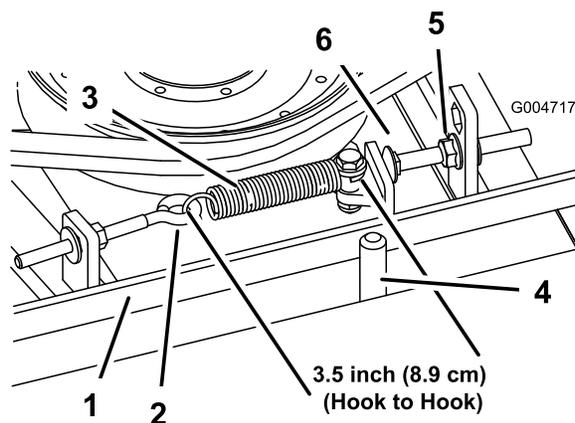

Figura 70
Quando la tensione è corretta, la molla di prolunga (da gancio a gancio) deve essere lunga circa $89 \text{ mm} \pm 6 \text{ mm}$ (misura interna). Quando la tensione della molla è giusta, regolate il bullone di arresto (bullone a testa tonda) fino ad ottenere un gioco di $3 \text{ mm} + 1,5/-0 \text{ mm}$ tra la testa del bullone ed il braccio di rinvio (Figura 70).
Nota: Verificate che la cinghia si trovi dal lato molla del guidacinghia (Figura 70).
2. Allentate il bullone ad occhio per consentire la rimozione della molla di prolunga (Figura 70).
3. Allentate il dado flangiato che fissa il bullone di arresto alla linguetta di montaggio. Allentate il dado quanto basta per consentire al braccio di rinvio di oltrepassare il bullone di arresto (Figura 70). Allontanate la puleggia tendicinghia dalla cinghia in modo da allentare la tensione della cinghia.
8. Ricollegate la molla di prolunga (Figura 70) al bullone ad occhio e tendete la cinghia come segue: